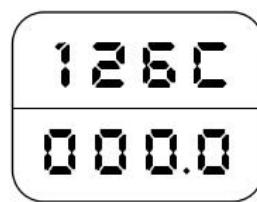
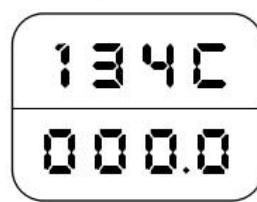

图 c-2
图 c-3
**B:** 长按功能设定键 5 秒以上，将“LOCK: 0001”改为“LOCK: 0118”（见图 c）后，再按设定键使屏幕显示为（图 c-1）在该界面可修正压力表与电脑板的温度误差；按◀▶键移动光标至所需修改的参数或按设定键进行翻页（见图 c-2 和图 c-3），再按▲▼键进行数值调整。